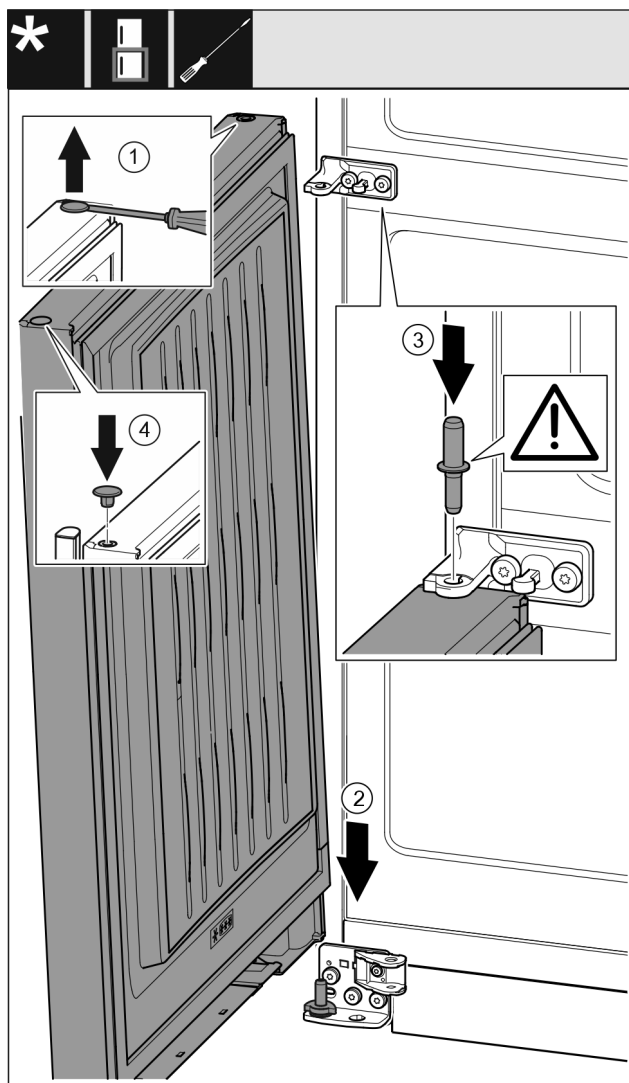

Fig. 37
- Zátku Fig. 37 (1) opatrně nadzvedněte plochým šroubovákem a vytáhněte.
- Dveře Fig. 37 (2) nasad'te shora na dolní ložiskový čep.
- Prostřední ložiskový čep Fig. 37 (3) vložte do dolních dveří přes prostřední stojan ložiska. Přitom dávejte pozor, aby zajišťovací vačka směřovala dozadu.
- Zátku Fig. 37 (4) opět vložte na druhé straně dveří.